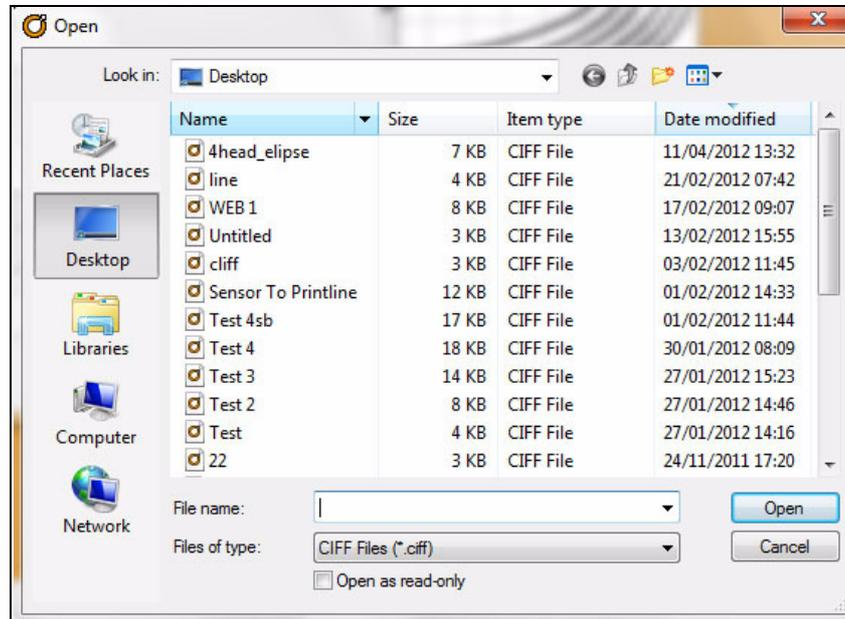

Рис. 6-8: Диалоговое окно "Открыть"
- Нажмите кнопку "ОК". Появится диалоговое окно "Открыть" (см. Рис. 6-8).